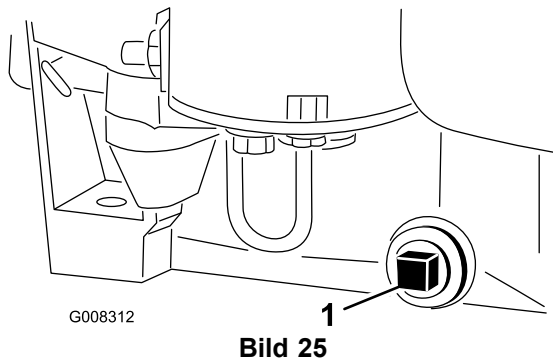

Bild 25
9. Nehmen Sie die Ölablassschraube ab, damit das Öl ablaufen kann (Bild 25).